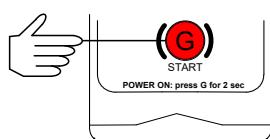

Figure 3
1. Appuyez sur le bouton G et maintenez-le enfoncé pendant 2 secondes (*Fig. 3*).